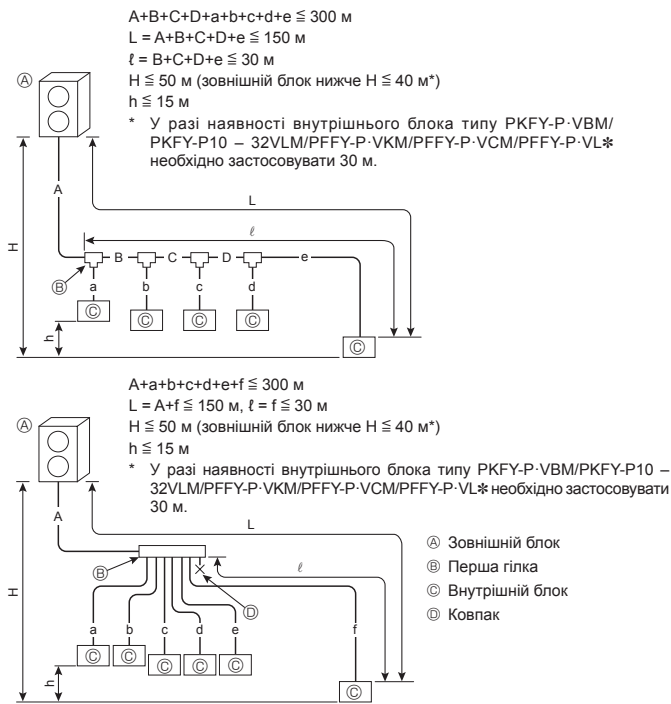

Fig. 4-1
4.2.1. Підключення без розгалужувальної коробки (Fig. 4-1)